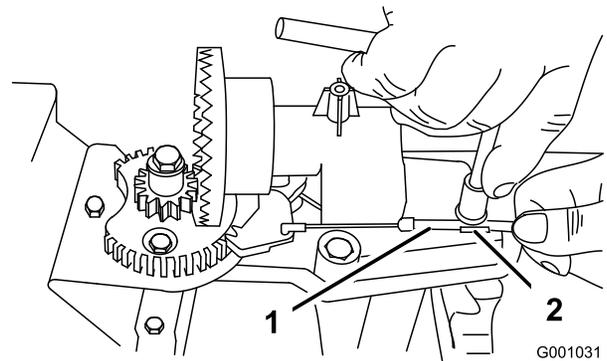
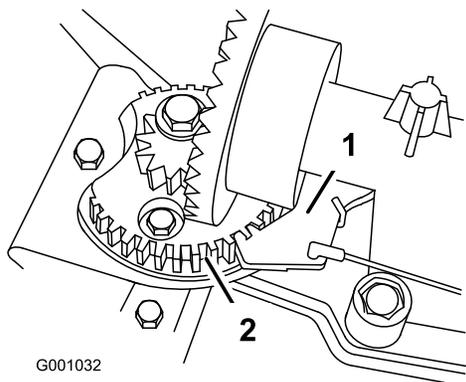

Bild 56
Bild 57
- Lösen Sie die Schraube an der Kabelklemme (Bild 56).
- Fassen Sie den Kabelstrang an und schieben Sie ihn nach vorne an der Maschine, bis der Auswurfkanalriegel ganz in die Zahnräder des Getriebes greift (Bild 56 und Bild 57).
Hinweis: Der Riegel ist gefedert und ist so konstruiert, dass er in die Zahnräder des Getriebes greift (Bild 57).